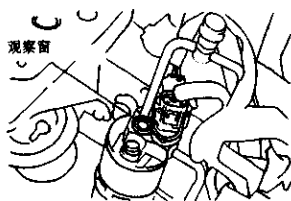

图 5-13 检查制冷剂
7) 如图 5-13 所示, 观察制冷剂管的观察窗。制冷剂的数量如表 5-2 所示。